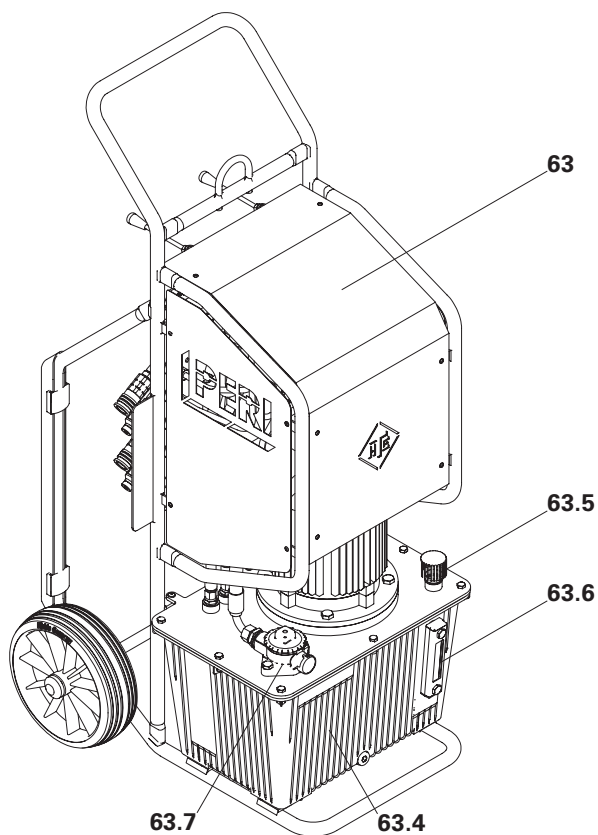

Fig. A2.03
Pompa idraulica RCS 4 x 190 bar, 380 – 460 V (63) per 4 dispositivi di ripresa RCS 50 1* (Fig. A2.03 + A2.03a)